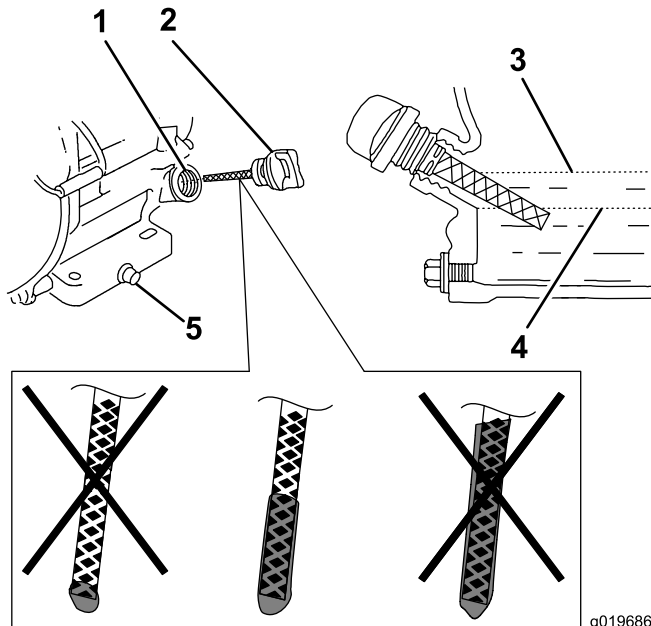

図 16
6. ディップスティックを抜いてエンジンオイルの量を点検する 図 16。